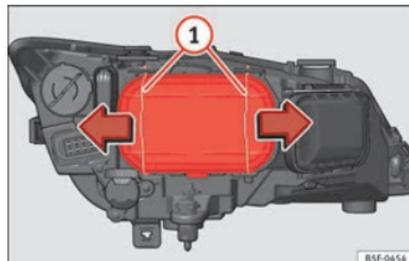

Fig. 102 Feux de croisement.
- Déplacez les tirants »» fig. 102 ① dans le sens de la flèche puis retirez le cache.